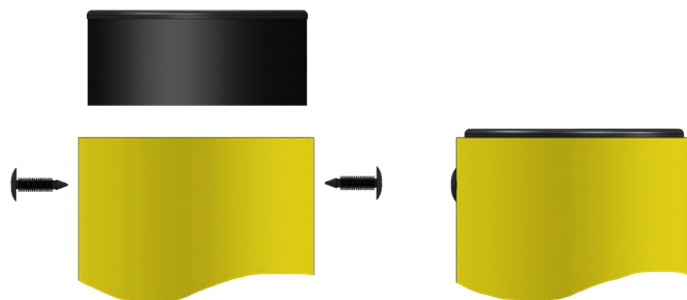

Рисунок 4. Установка крышек столбов.
5. Закрыть верхушки столбов крышками. Для фиксации крышек просверлите отверстия диаметром 7 мм на расстоянии 20 мм от верхушки столба в одной плоскости и вставьте фиксы (рис. 4).